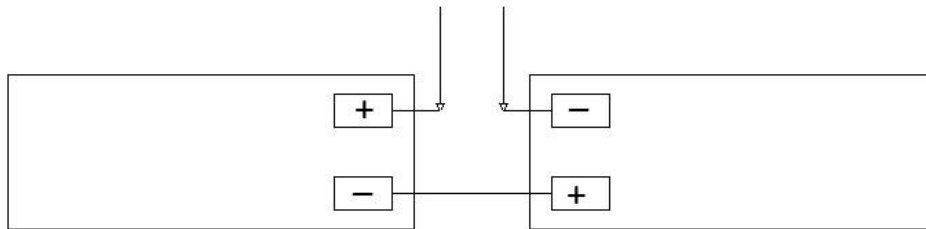

Рисунок 2. Схема подключения АКБ
2.6. При отключении питания от сети переменного тока прибор автоматически переходит на питание от резервных аккумуляторов (**эксплуатация прибора без подключенных аккумуляторных батарей запрещена**). Схема включения АКБ приведена на рис. 2.